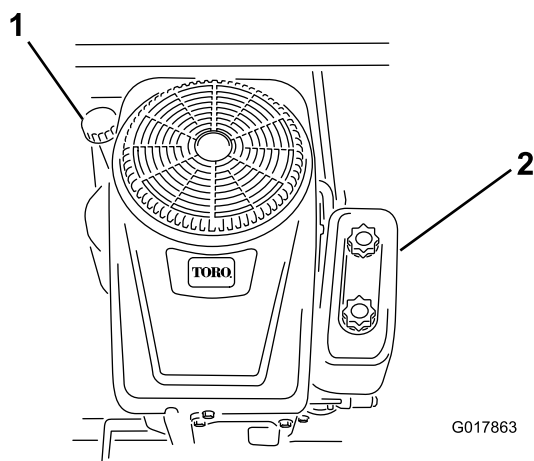

Figura 31
4. Pulite attorno all'asta di livello (Figura 31) in modo che la morchia non possa penetrare nel foro di rifornimento e danneggiare il motore.
6. Versate lentamente circa l'80% della quantità indicata d'olio nel foro di rifornimento (Figura 31).